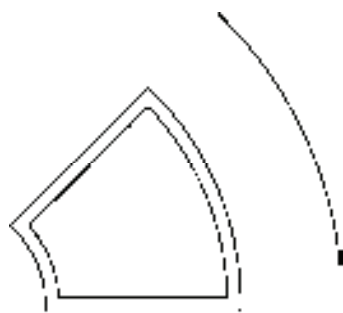

图 3-97 平行生线
3) 按〈Enter〉键, 即可完成偏移弧线操作, 结果如图 3-97 所示。